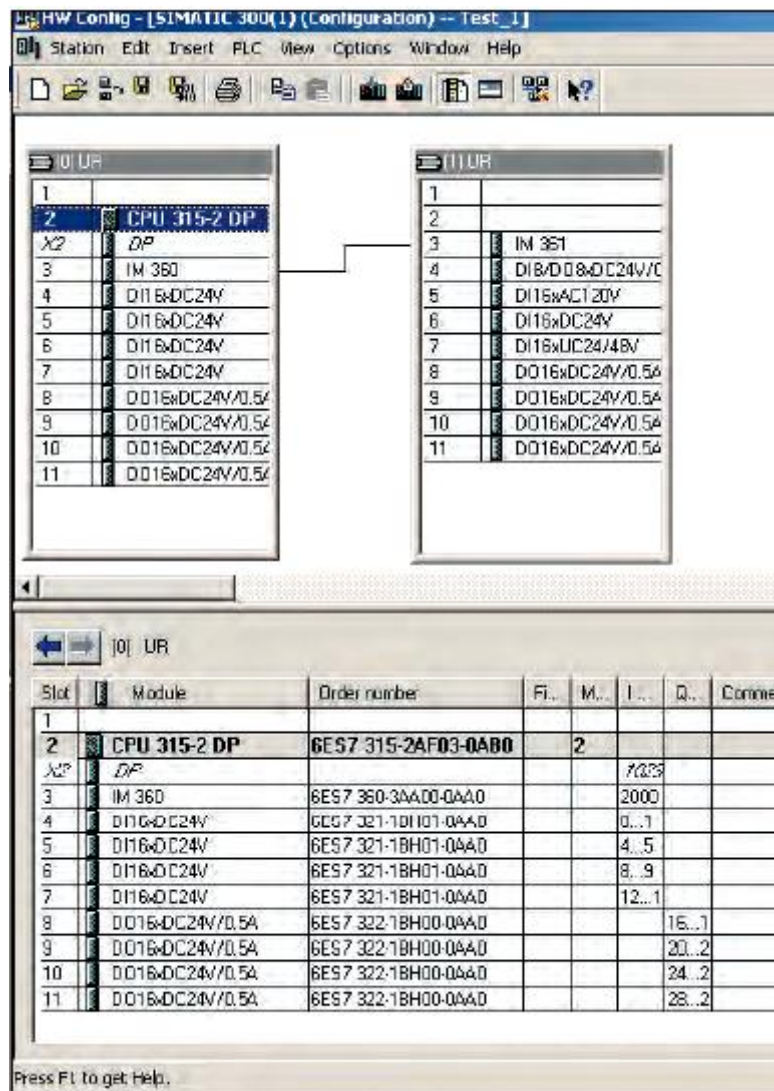

Рис. 2. Установка більше 8 модулів розширення для ПЛК серії 300V
2. Додайте дві рейки 300 **Insert Object** → **Simatic 300** → **Rack 300** → **Rail**. У першу рейку (0) UR (рис. 2) увімкніть модуль CPU 315\_2DP (6ES7 315\_2AF01\_0AB0).
3. Вставте модуль IM360 (або IM365) у 3-й слот першої рейки, а модуль IM361 (або IM365) – у 3-й слот другої рейки (рис. 2).